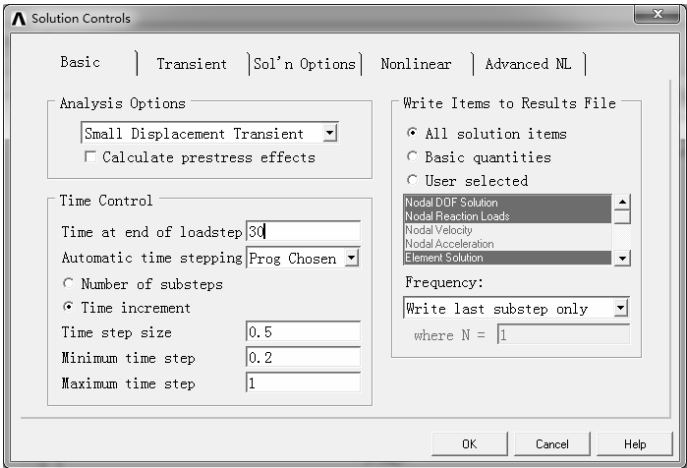

图 7-247 “Basic”选项卡
1) 选择“Main Menu>Solution>Analysis Type>Sol’n Controls”命令，弹出“Solution Controls”对话框的“Basic”选项卡，在“Time at end of loadstep”（载荷步结束时间）文本框中输入 30，选中“Time increment”选项，在“Time step size”文本框中输入 0.5，在“Minimum time step”文本框中输入 0.2，在“Maximum time step”文本框中输入 1，如图 7-247 所示。